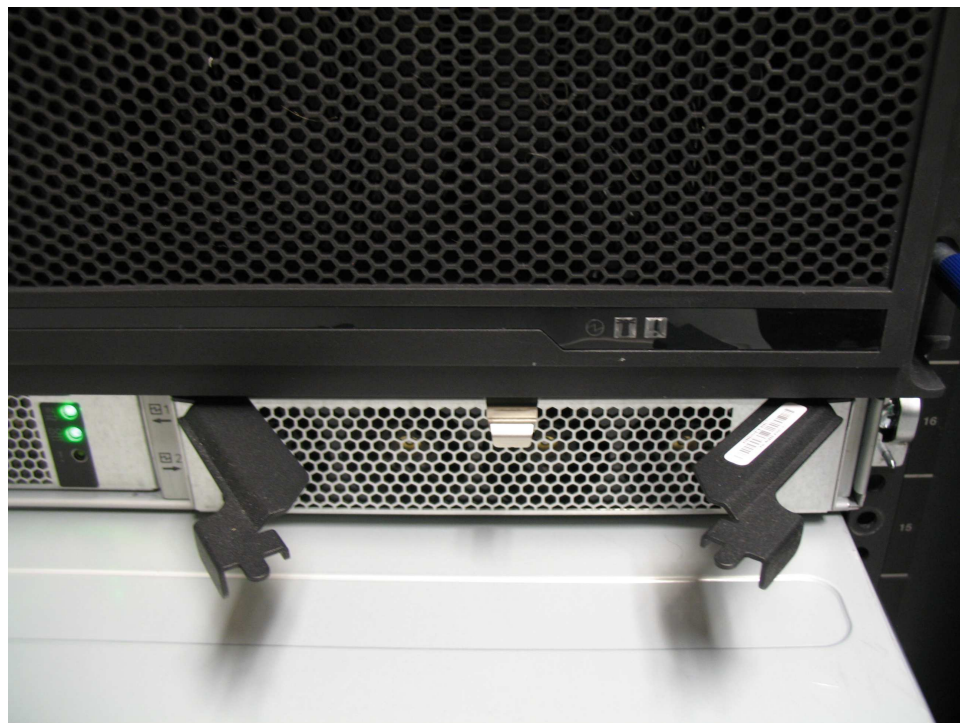

Рисунок 108. Освобождение ручек блока питания
Каждый блок питания охлаждает нижнюю часть корпуса. Убедитесь, что второй блок питания в корпусе включен и нормально работает. Например, в рис. 108 на стр. 118 блок питания 1 работает, а блок питания 2 удаляется.
4. Поверните ручки наружу (см. рис. 108 на стр. 118).